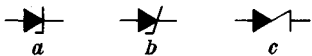

Bild 1. Schaltzeichen für die Zener-Diode. a) neuer internationaler Vorschlag, b) neuer deutscher Vorschlag, c) bisher in Deutschland benutztes Symbol
1. **Dioden:** In Bild 1 sind drei Schaltzeichen für die Zener-Diode festgehalten; a) entspricht der neuen internationalen Normung, b) ist ein deutscher Vorschlag für diese Normung und c) ist die Form, wie wir die Zener-Diode bisher meist in der deutschen technischen Literatur dargestellt finden. Die Zeitschrift *Elektronorm* (Bd. 14/1960, Heft 5) schlägt die Übernahme der neuen internationalen Norm für die Zener-Diode auch für Deutschland vor, denn die Änderung ist unerheblich – und das Symbol gemäß Bild 1c war international niemals anerkannt.